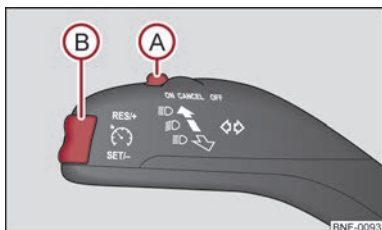

Bild 63 Manöverspak: Knapp och vip-pomkopplare för farthållarsystemet
Farthållaren manövreras med omkopplaren (A) ⇒ bild 63 och vippomkopplaren (B) på vänster multifunktionsspak.
- Tryck omkopplaren (A) till läge **ON**.
- När önskad hastighet har uppnåtts trycker man vippkontakten (B) till läge **SET -**.
- Den lagrade hastigheten kan **höjas** utan att gaspedalen påverkas genom att vippomkopplaren (B) ⇒ bild 63 trycks till läge **RES+**.
Den lagrade hastigheten kan **återupptas** genom att man släpper upp broms- eller kopplingspedalen och kort trycker vippkontakten (B) ⇒ bild 63 till läge **RES +**.
- Tryck omkopplaren (A) ⇒ bild 63 åt höger till läge OFF.